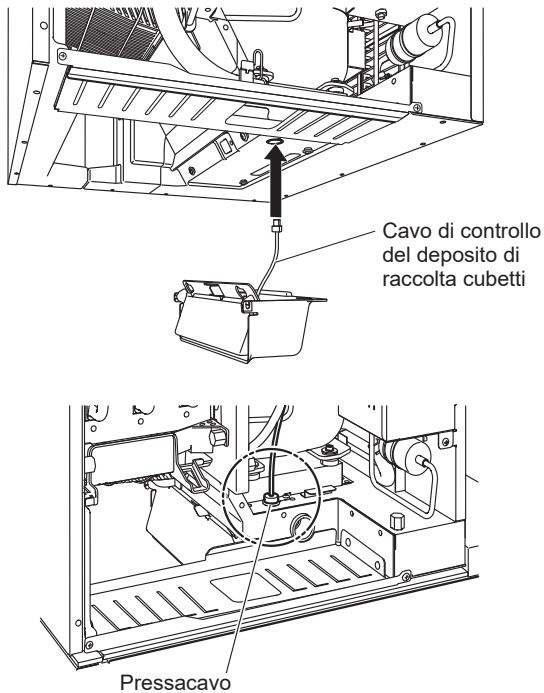

Fig. 5
6) Far passare il cavo di controllo del deposito attraverso il foro nella base, quindi nel pressacavo in dotazione. Vedere Fig. 5.